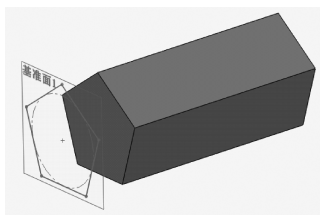

图 2-31 转换实体引用后的图形
- 3) 选择【工具】|【草图绘制工具】|【转换实体引用】菜单命令，或者单击【草图】工具栏上的（转换实体引用）按钮，执行转换实体引用命令，结果如图 2-31 所示。